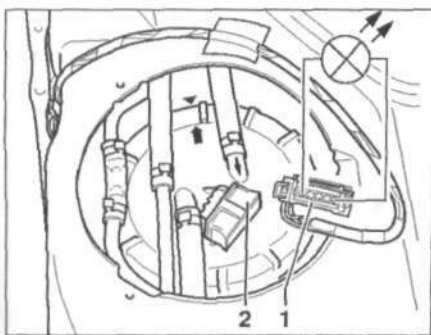

Рис. 5.40. Отсоедините 4-контактный разъем проводки 1 от фланца 2 топливного бака.
8. При снятой крышке отсоедините 4-контактный разъем проводки 1 от фланца 2 топливного бака (рис. 5.40).